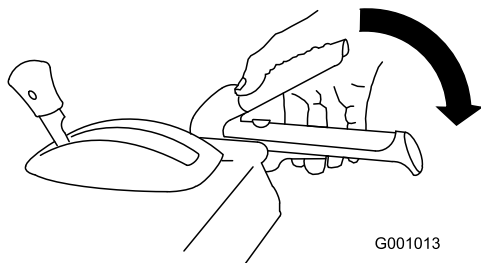

Figura 20
1. Per innestare la trazione alla coclea/ventola, premete la leva destra (coclea/ventola) contro l'impugnatura (Figura 20).